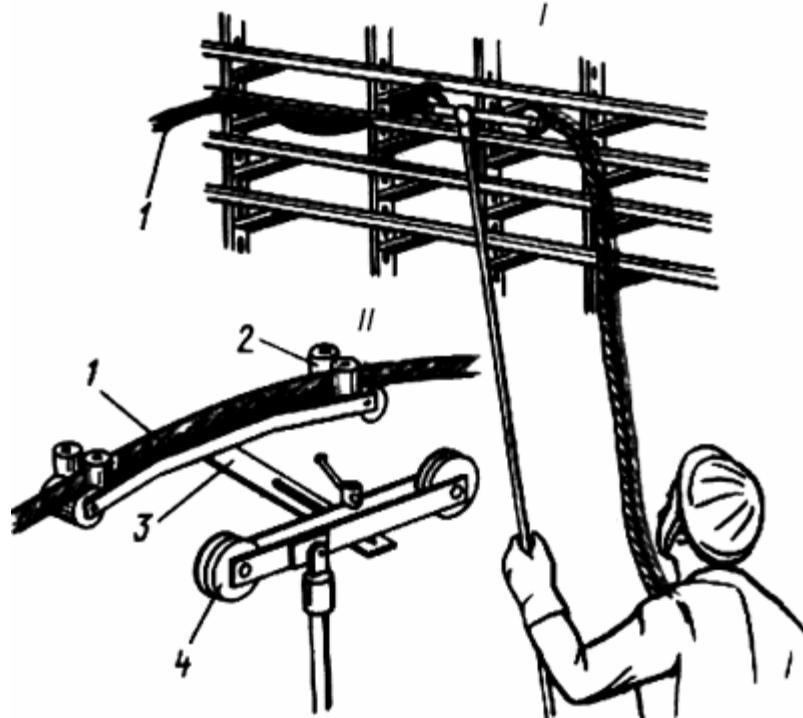

Рис.12
Для прокладки проводов и кабелей непосредственно с пола, без подъема на высоту (I) используют специальное приспособление (II), которое имеет ролики 4 для его перемещения по ребрам полок (рис.12). Прокладываемый провод или кабель 1 проходит между двумя парами вертикально расположенных роликов 2 и укладывается на полки в нужном месте, что обеспечивается выдвижением планки 3.